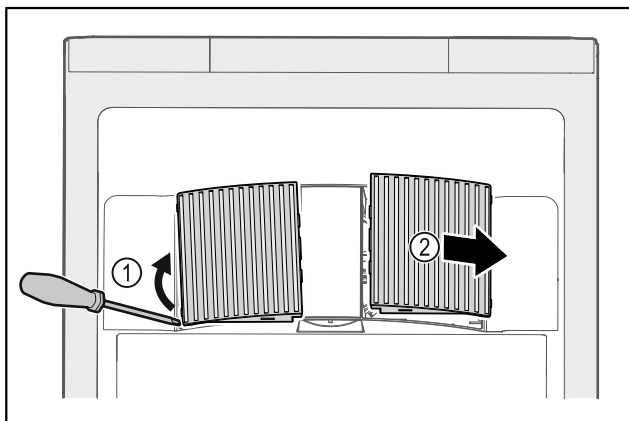

Fig. 234
- ▶ Αναμοχλεύστε προσεκτικά από το πλάι τα καλύμματα του ανεμιστήρα Fig. 234 (1) και αφαιρέστε τα προς τα εμπρός Fig. 234 (2).